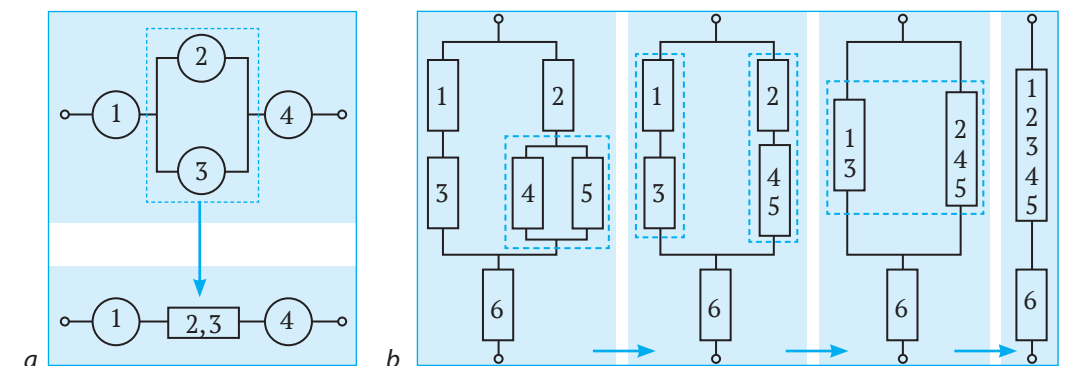

Fig. 32.6. Simplificarea pas cu pas a schemei electrice în timpul rezolvării problemelor la legarea mixtă a conductoarelor
Atrageți atenția: : în cazul calculării *circuitelor complicate cu legare mixtă a conductorilor e comod să se simplifice schema pas cu pas*. De exemplu, în problema 2 această simplificare pas cu pas va avea forma, reprezentată în fig. 32.6, a. Simplificarea pas cu pas a unei scheme mai complicate este reprezentată în fig. 32.6, b.
5. Determinați rezistența totală a porțiunii de circuit reprezentate în fig. 32.6, b, dacă $R_1 = R_6 = 7$ Ohm; $R_2 = 1$ Ohm; $R_3 = 5$ Ohm; $R_4 = 12$ Ohm; $R_5 = 4$ Ohm. Care va fi intensitatea totală a curentului în porțiunea de circuit, dacă la ea va fi aplicată o tensiune de 4 V?